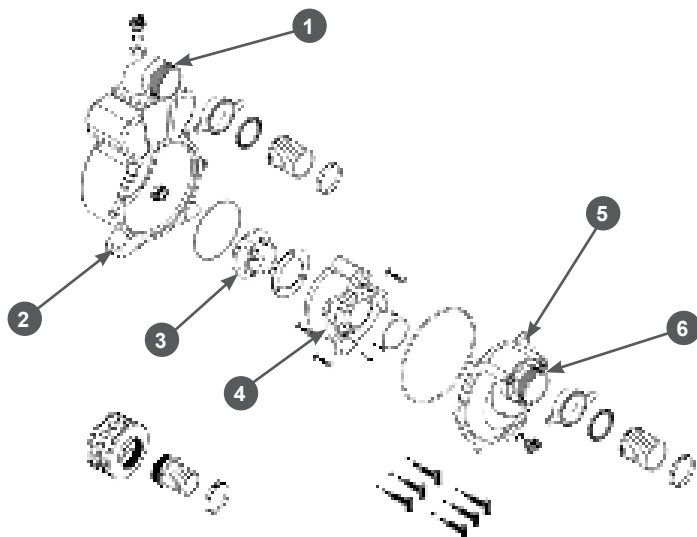

Рис.3. Устройство насоса мотопомпы
Основные узлы насоса мотопомпы показаны на Рис. 3. Насос включает в себя литой алюминиевый корпус (2) с крышкой (5), стянутые между собой винтами. Уплотнение по стыку производится кольцом-прокладкой. На передней части корпуса имеется пробка для слива воды из насоса, фланец 6 с обратным клапаном для крепления к нему патрубка всасывающего рукава.